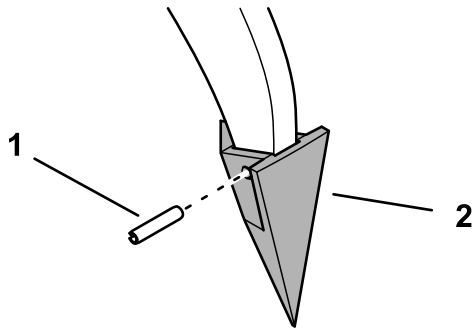

图9
1. 卸下将齿尖固定到齿端的滚销然后拆下齿尖图9。
2. 在齿端安装新齿尖并使用滚销固定图9。